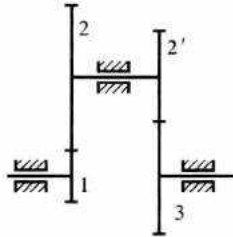

图 2-2
2. 在图 2-2 所示机构中, 已知各直齿圆柱齿轮模数均为 2 mm, $z_1 = 15$, $z_2 = 32$, $z_{2'} = 20$, $z_3 = 30$, 要求齿轮 1、3 同轴线。试问: